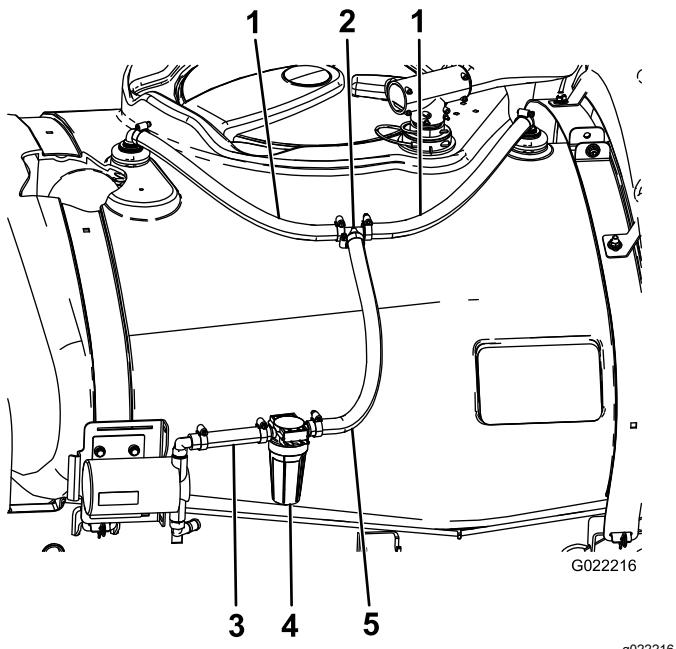

Figura 10
anteriormente en las boquillas de enjuague usando 2 abrazaderas (Figura 10).
- 2. Sujete los extremos sueltos de las mangueras al acoplamiento en T con 2 abrazaderas (Figura 10).
1. Conecte el extremo largo de la manguera del filtro de enjuague al acoplamiento en T con una abrazadera (Figura 10).
2. Conecte el otro extremo de la manguera del filtro de enjuague al conector superior de la bomba de enjuague con una abrazadera (Figura 10).